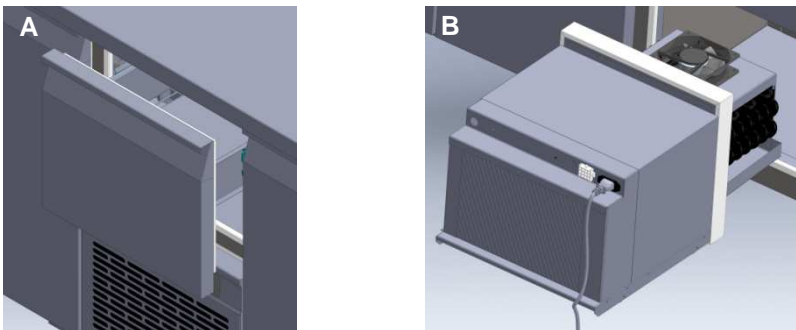

Fig. 2. Utskifting av kjøleenheten
Kjøling enhet kan enkelt skiftes ut med en ny (Fig. 2).
2. For å lette utskifting åpne boksen over kjøleenheten (A i fig. 2);